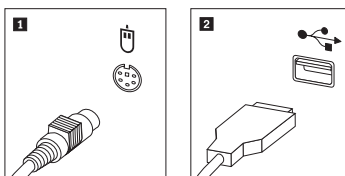

Рисунок 35. Замена мыши
3. Найдите разъем мыши. Смотрите рисунок рис. 35 и разделы “Расположение органов управления и разъемов на лицевой панели компьютера” на стр. 5 или “Расположение разъемов на задней панели компьютера” на стр. 6.